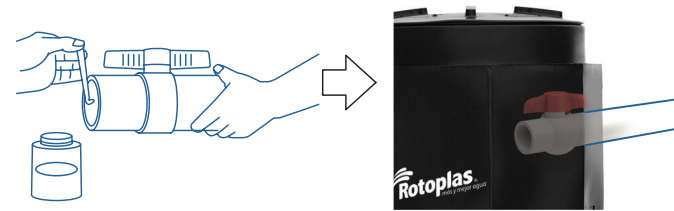

Figura 12. Colocación de la válvula de extracción de lodos.
2. Une con pegamento para PVC la válvula de bola de PVC de 2" con el tubo de PVC hidráulico de 2" x 30 cm por el interior del Registro de Lodos (ver Figura 12).